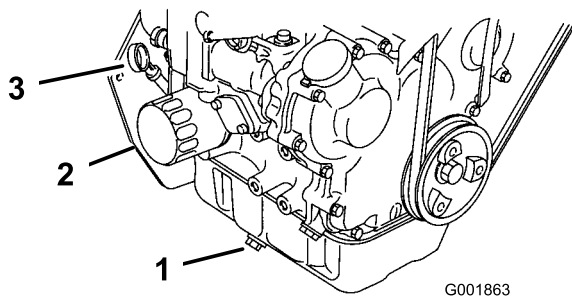

Bild 46
5. Stellen Sie eine Auffangwanne unter die Ölablassschraube. Entfernen Sie die Ablassschraube (Bild 46) und lassen das Öl vollständig ablaufen.